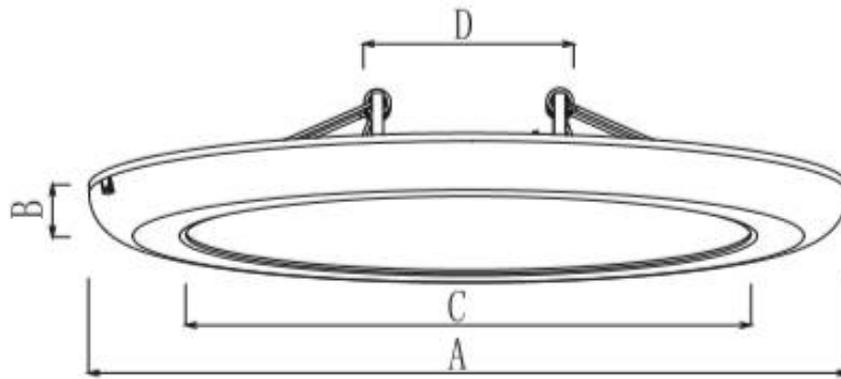

Рисунок 1 - Общий вид, габаритные размеры светильника ДВО22.
2.9 Масса и габаритные размеры светильника приведены в таблице 2 и рис. 1.